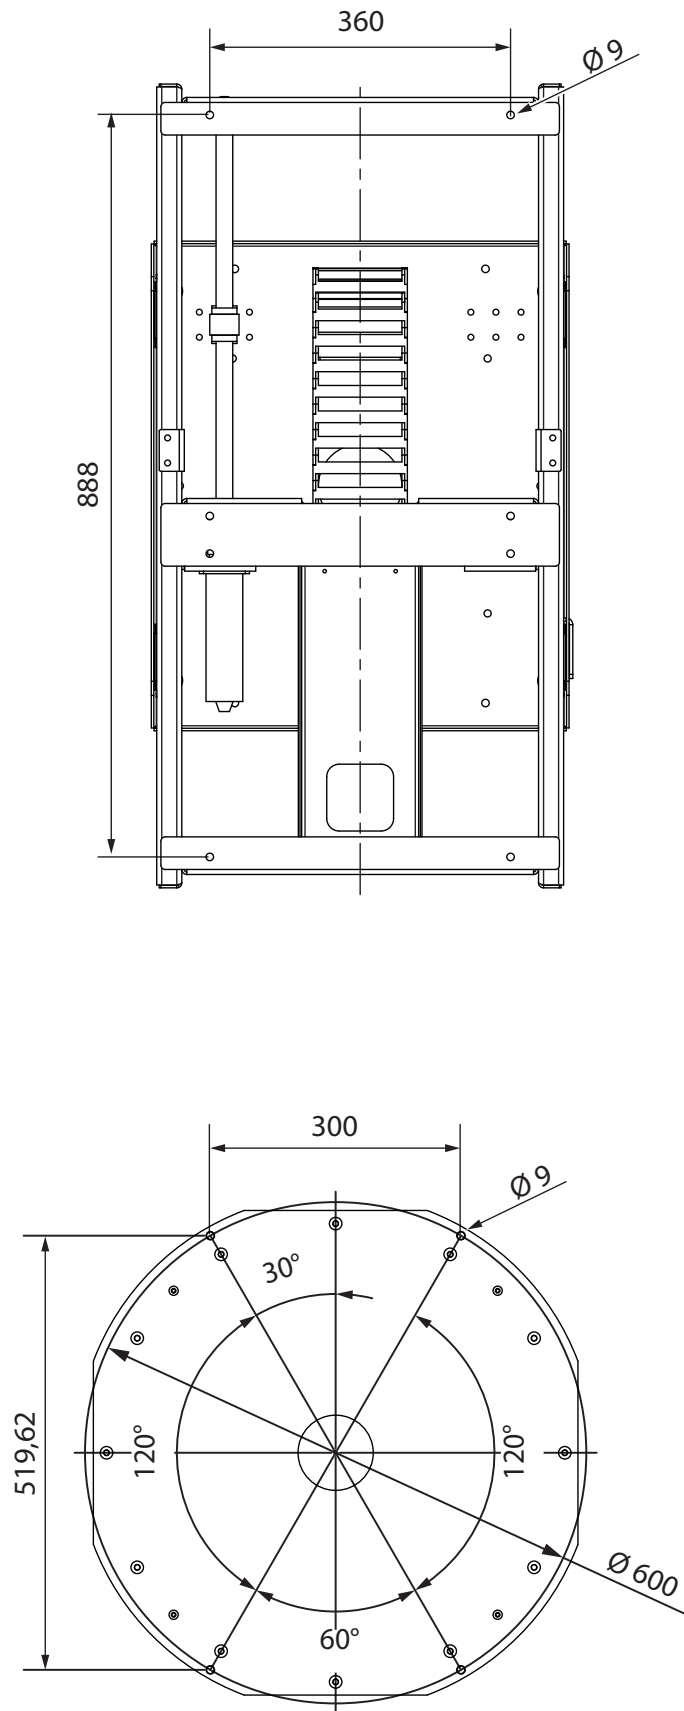

Abbildung 4. Einbaumaße (Maße in mm)
2. Positionieren Sie den Steuerstand am Einbauort, achten Sie dabei auf den richtigen Mindestabstand zu benachbarten Bauteilen. Der Dreh- und Schwenkbereich des Steuerstandes darf nicht blockiert werden, Einbaumaße: *siehe Abbildung 4 „Einbaumaße (Maße in mm)“; Seite 13.*
2. Positionieren Sie den Steuerstand am Einbauort, achten Sie dabei auf den richtigen Mindestabstand zu benachbarten Bauteilen. Der Dreh- und Schwenkbereich sowie der Verfahrbereich des Steuerstandes dürfen nicht blockiert werden. Einbaumaße: *siehe Abbildung 4 „Einbaumaße (Maße in mm)“; Seite 13.*